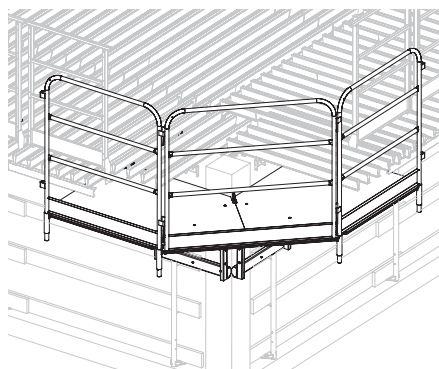

Fig. A9.07
3. Inserire i parapetti (9.2) della piattaforma e collegarli tra loro. (Fig. A9.07/A9.08)